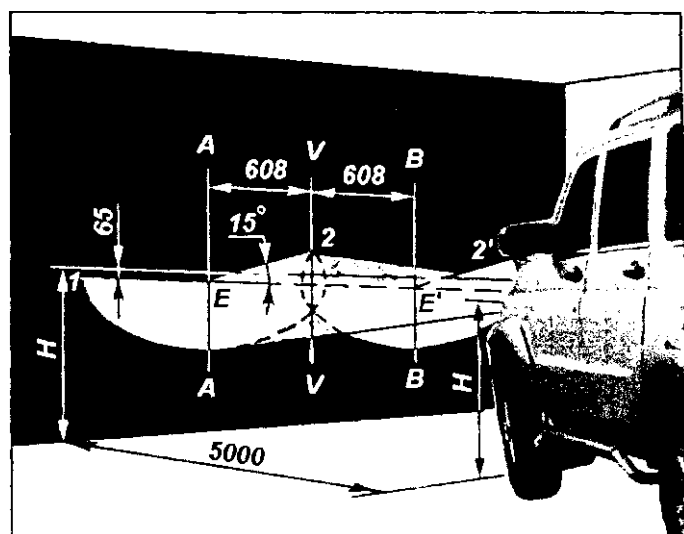
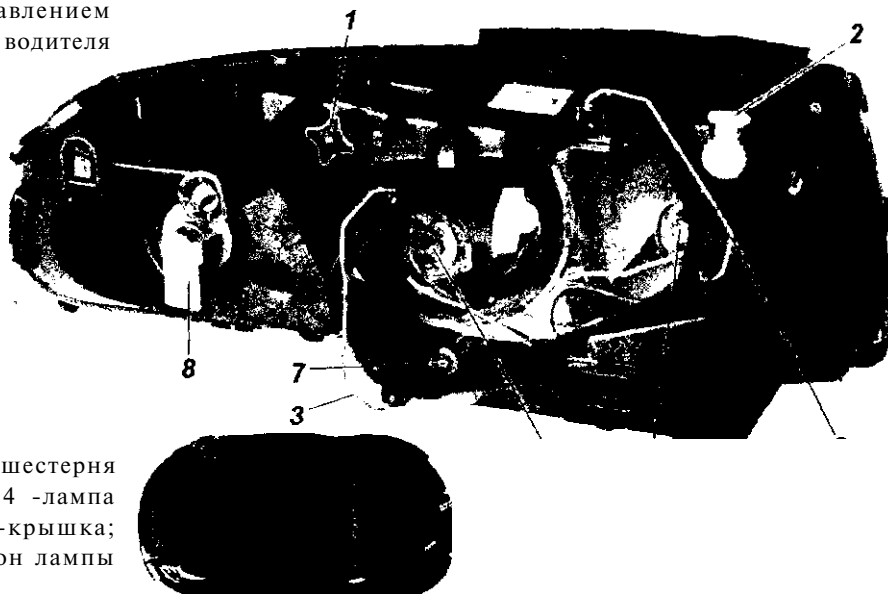

Рис. 14.8. Разметка экрана для регулировки фар:
Рис. 14.9. Фара:
750 Н (75 кгс) на ровной горизонтальной площадке на расстоянии 5 м от экрана со специальной разметкой (рис. 14.8).
3. Включите ближний свет фар и, поочередно закрывая каждую фару, вращением регулировочного винта 1 (рис. 14.9) и регулировочной шестерни 2 добейтесь, чтобы светотеневая граница слева от точек E и E' (см. рис. 14.8) совпадала с линией 1, а справа - с линиями 2 и 2' для левой и правой фар соответственно. Точки перелома светотеневой границы должны совпадать с точками E и E'.
Замена ламп фар. Для замены лампы указателей поворота снимите колодку с патрона 8 (см. рис. 14.9), поверните патрон по часовой стрелке (для правой фары) или против часовой стрелки (для левой фары) и выньте патрон в сборе с лампой.